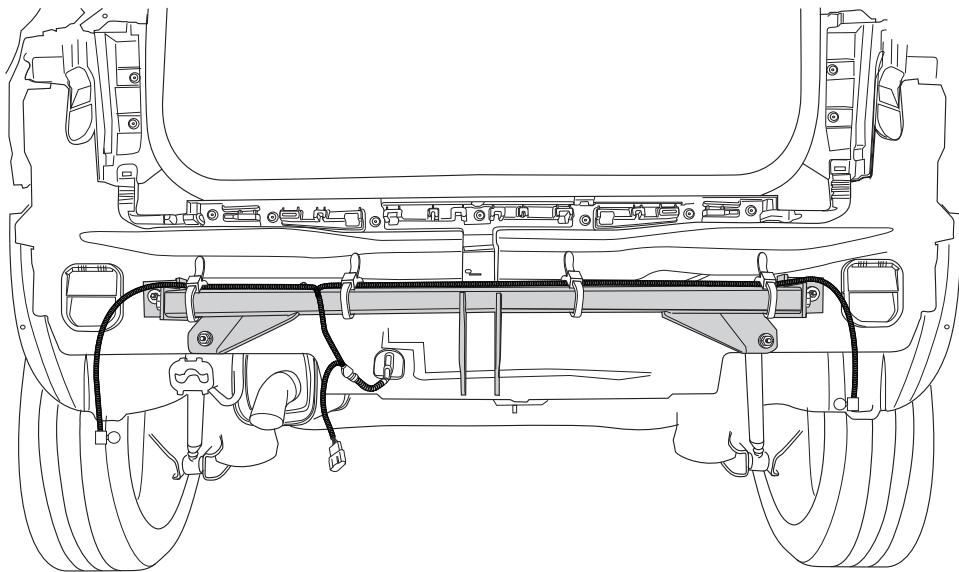

Fig. 2
13. Привязать провода пластмассовой проволокой. См. рисунок 2.